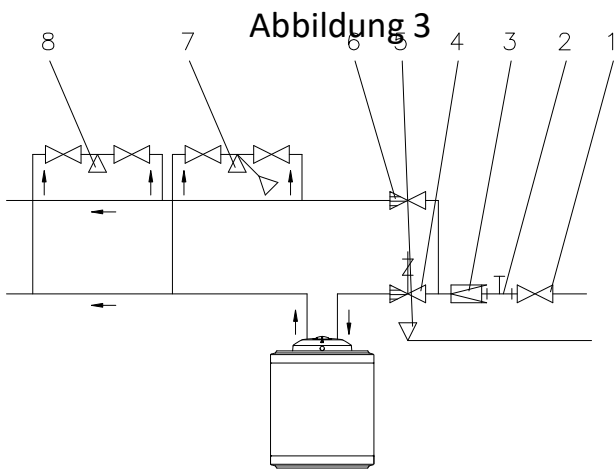

Abbildung 3
The tank can be drained through the discharge nozzle by turning the blow-off button of the combined safety valve (item 4, Figure 3) in the direction indicated by the arrow or lifting the lever. Before discharging water, close the closing valve of the water network and the cold water tap, but leave the hot water tap open throughout the time of discharging.
Der Speicher ist je nach Typ nach Abbildung 3 oder 4 ans Wassernetz anzuschließen.
Der Elektro-Anschlussplan des Warmwasserspeichers ist aus Abbildung 3 ersichtlich.
Das Entleeren kann nach Trennung des Speichers vom Stromnetz durch Drehen des Abblasknopfes (Abbildung 3, Punkt 4) in Pfeilrichtung über das Abflussrohr erfolgen. Vor dem Entleeren muss das Absperrventil des Wassernetzes sowie der Kaltwasserhahn geschlossen werden, der Warmwasserhahn muss allerdings während des kompletten Entleerungsvorganges geöffnet bleiben.